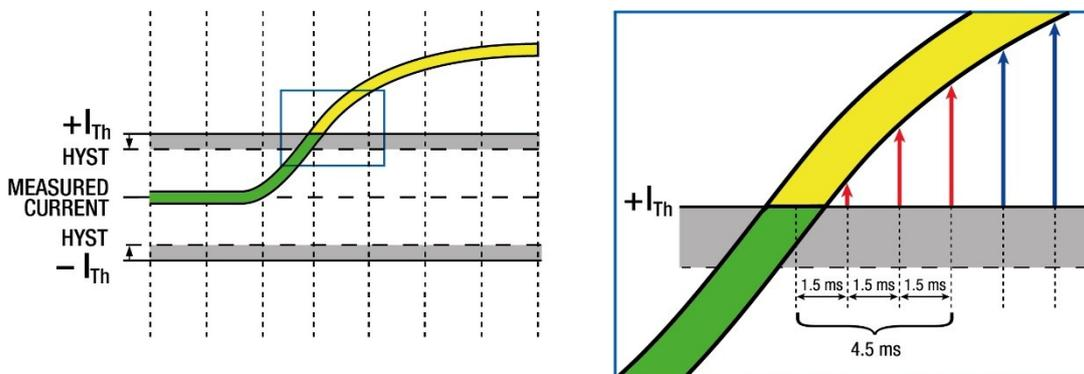

Figura 2: Rilevamento di sovracorrente
- Il dispositivo esegue una scansione per rilevare gli episodi di sovracorrente ogni **1,5 ms**, richiedendo almeno tre campioni su cinque per confermare un evento di sovracorrente, come illustrato in Figura 2.